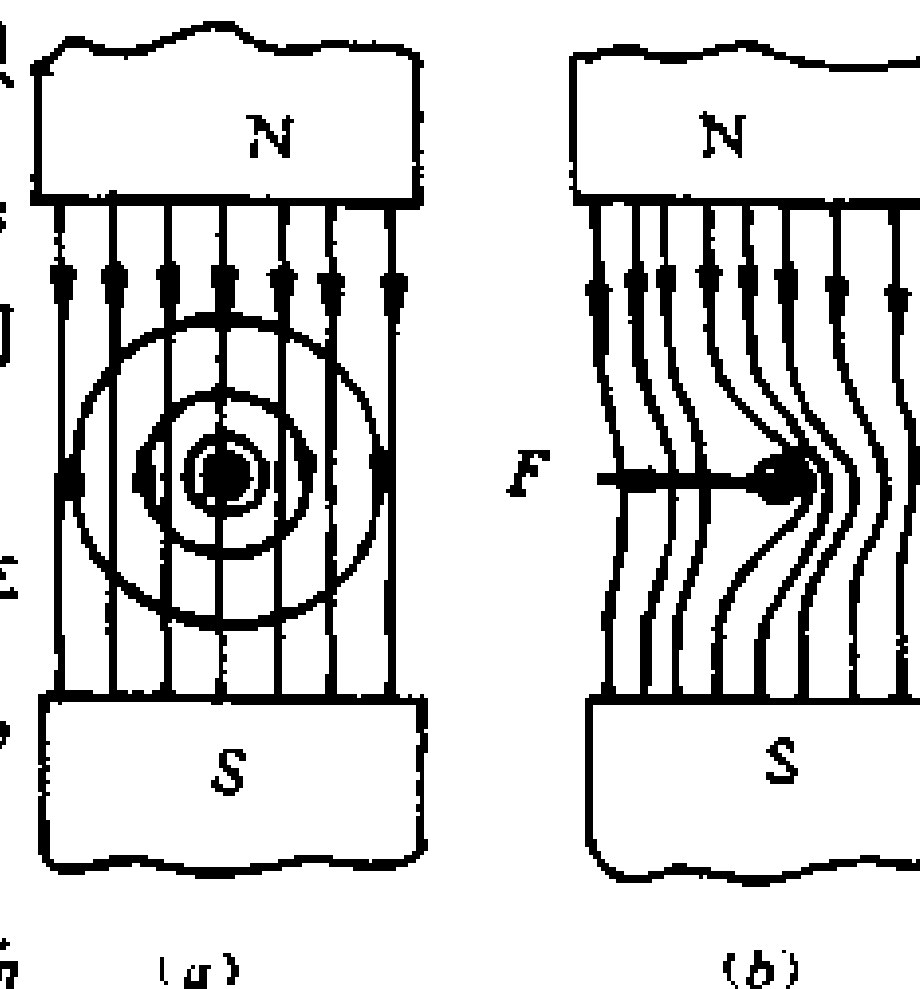

图 1-50 电磁力的产生
(1) 电磁力的产生：由于电流的磁效应，通电导体周围存在着磁场，这个通电导体产生的磁场与磁铁间的磁场相互作用，产生电磁力。电磁力的产生可用图 1-50 来说明。
在图 1-50 中，通电导体放在一个均匀磁场中，导体与磁场方向相垂直(即导体垂直纸面，故只看到一个圆圈)，导体中的电